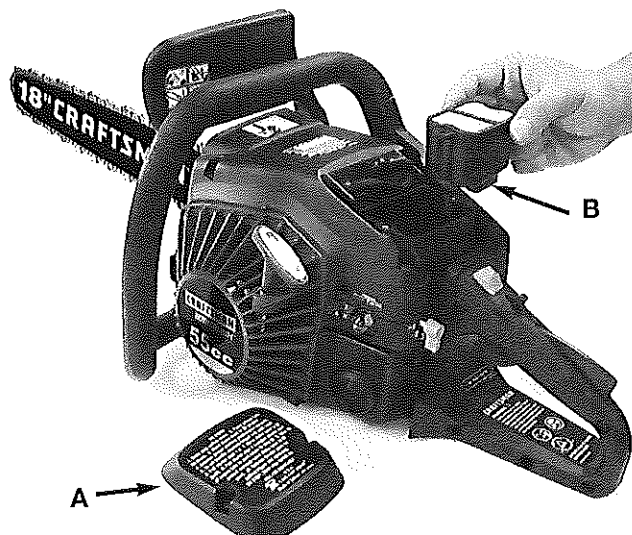

Fig. 31
1. Quite la tapa superior (A) aflojando los tornillos de sujeción. La cubierta se soltará (Fig. 31).